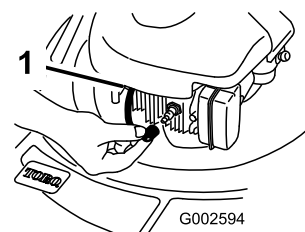

Figure 27
2. Desconecte el cable de la bujía y engánchelo en el poste de retención (Figure 27) antes de realizar cualquier procedimiento de mantenimiento.